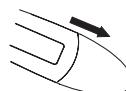

Figura 3
2. Retire la tapa de la pila como se indica en la Figura 3